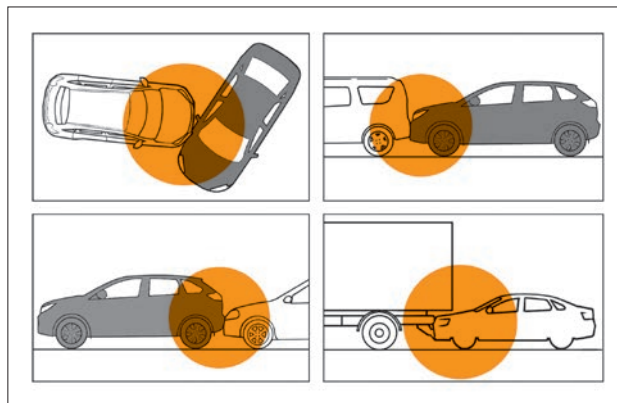

Рис. 2.5.9. Примеры ситуаций с возможным несрабатыванием подушек безопасности водителя и переднего пассажира
- при ударах в автомобиль вне зоны действия и срабатывания или сзади, т. е. в случаях, когда подушка не может способствовать повышению безопасности (рис. 2.5.9).